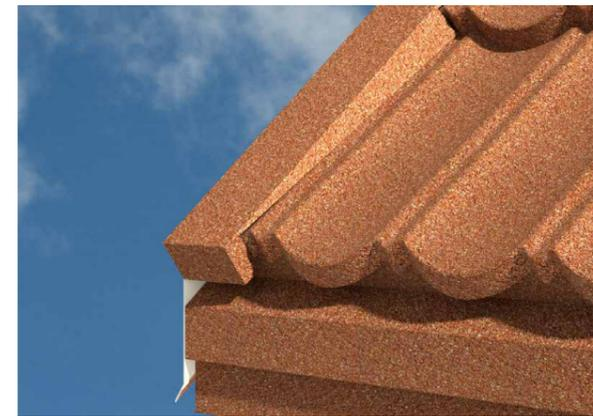

рис. 20
7.6.3. Открытый торец нижней фронтовой планки выкраивают и подгибают (рис. 20).